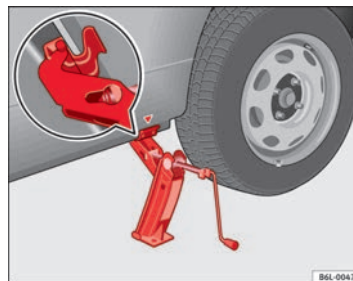

Fig. 144 Mise en place du cric
- Positionnez le cric de sorte que son crochet entoure la nervure du bas de caisse et que la base mobile soit appuyée bien à plat sur le sol ⇒ fig. 144.